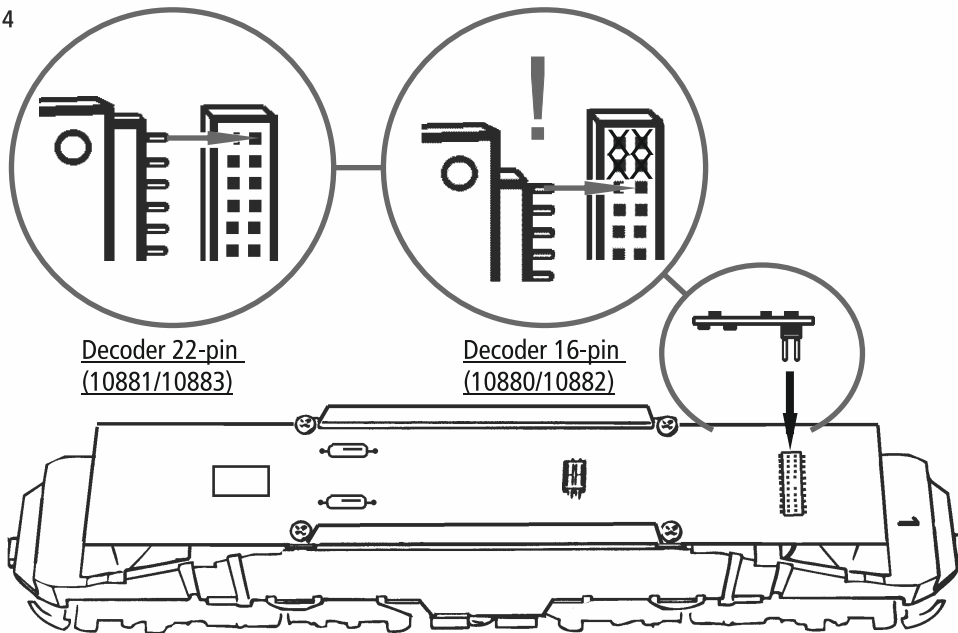

Fig. 5
**4. Kohlebürstenwechsel:** Lokgehäuse abnehmen (Fig. 3). Danach wird der **Motor ausgebaut** und die **Kohlebürsten ausgewechselt** (Fig. 5).
**4. Remplacement des balais du moteur:** Démontez la caisse (voir fig. 3.) Démontez ensuite le moteur et échangez les balais (fig. 5).
**4. Carbon Brush Changing:** First **remove** loco body (fig. 3), and then the **motor** (fig. 5).